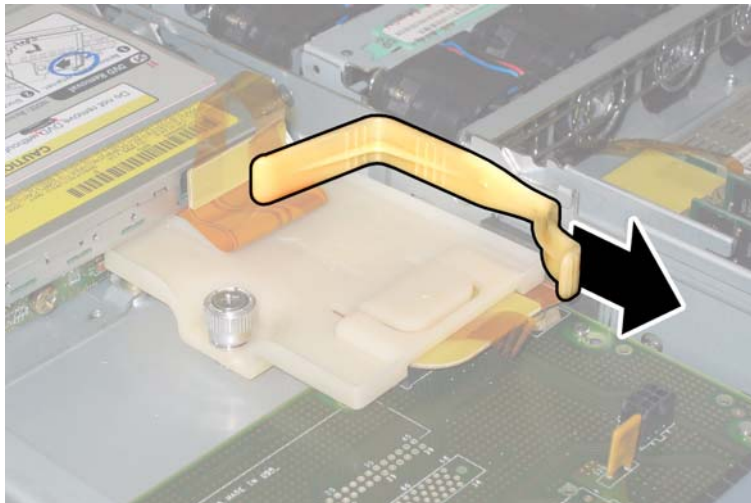

図 3-50 上部ケーブルリテーナの取り外し
12. シャーシから上部のケーブルリテーナを取り外します。リテーナをシャーシ後方に押し込み、シャーシ中央の壁にある開口部から取り外します。図 3-50 を参照してください。